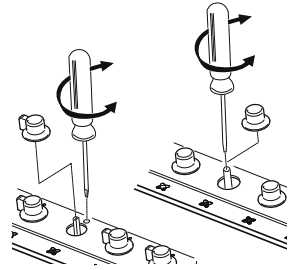

Fig. 8 : réglage du minimum
2. Extraire la manivelle du robinet à gaz et agir sur la vis de réglage [Fig. 8] placée à l'intérieur ou à côté de la jauge du robinet (en fonction des modèles), jusqu'à obtenir une flamme minimum régulière. En présence de robinet gaz à 2 voies [Fig. 12-13] il y a deux vis de réglage du débit minime gaz.